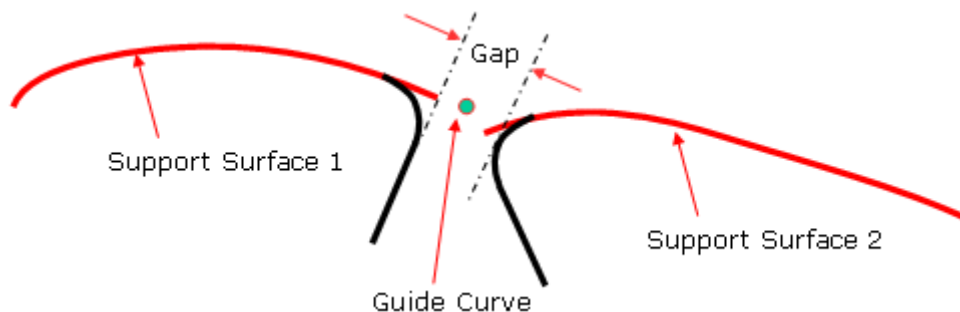

Figura 2.89 Ejemplo con Surface 1 y 2.
- **Surface 1:** selección de las superficies de apoyo sobre las que se creará la ranura. En la *Figura 2.89* se muestra un ejemplo.